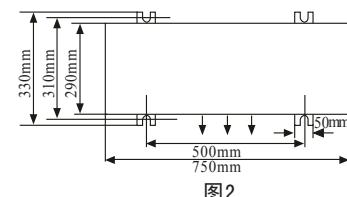

图2
- (2) 尽量安装于房屋的东或北方。如装于南或西方是无可避免时,应有遮盖物遮盖。
- (3) 最好不要安装在污秽或雨淋的地方。
- (4) 尽量靠近室内机组安装。
- (5) 室外机外形尺寸及安装固定孔位置见图2